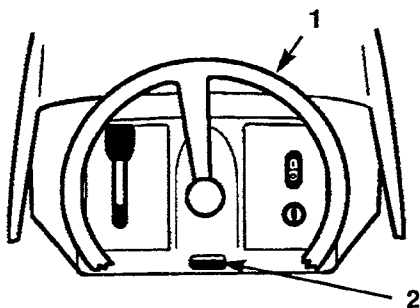

Figure 10
1. Appuyer sur le bouton d'inclinaison (Fig. 10).